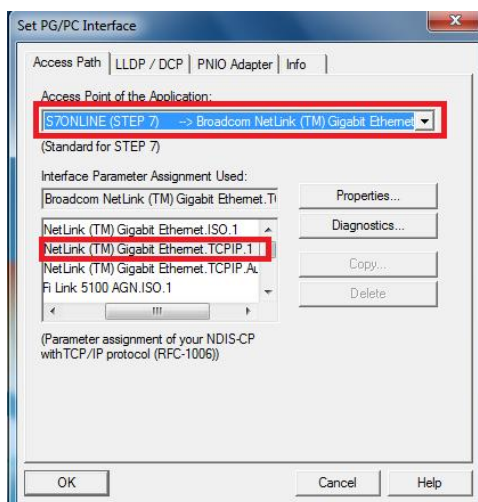

图 4-7
2.如图 4-7 中，在 Access Point of the Application (应用程序访问点) 的下拉列表中选择 S7ONLINE (STEP7)，在 Interface Parameter Assignment Used 中点选 Broadcom NetLink(TM) Gigabit Ethernet.TCPIP.1 (注意：应根据与面板相连的网卡名进行选择，**务必选择不带 Auto 的**)，然后 Access Point of the Application 显示“S7ONLINE (STEP 7)→Broadcom NetLink(TM) Gigabit Ethernet.TCPIP.1”即可。